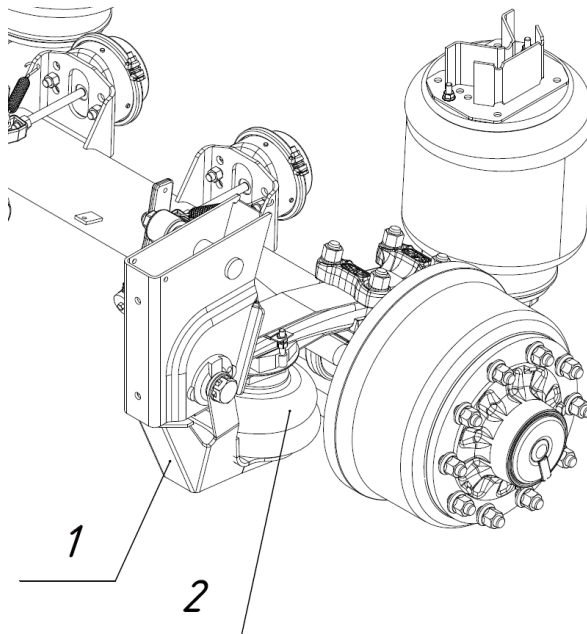

Рис. 1.7 - Механизм подъема оси
Полуприцепы с пневматической подвеской оснащаются функцией подъема первой оси (для типа 914296), или первой и четвёртой осей (для типов 914295), или первой и второй осей (для типа 914295) с помощью двустороннего механизма подъёма (рис. 1.7), состоящего из кронштейна (1), пневмоподушки (2) и крепёжных элементов.